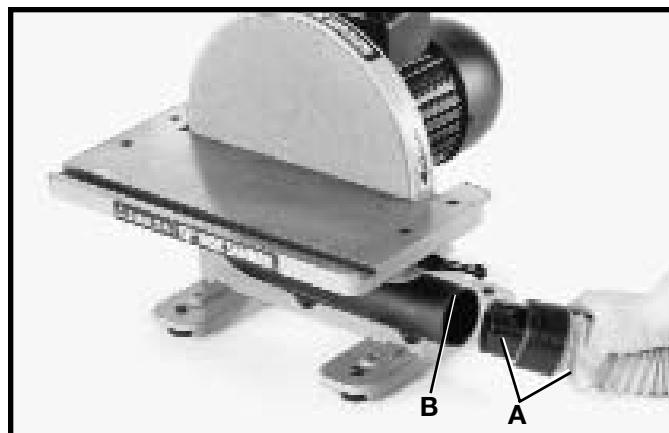

Fig. 3
La Lijadora de Disco de 12 pulg. cuenta con un eficiente ventilador integral que proporciona una excelente recolección de polvo. Recomendamos la conexión de un recolector de polvo de cualquier clase a la máquina. Si no hay recolección de polvo disponible, inserte un extremo de la manguera de polvo (A) Fig. 3 que se suministra dentro del puerto de polvo (B) de la lijadora conforme a lo ilustrado, y envuelva la manguera de polvo (A) hacia abajo hasta la superficie del piso. El puerto de polvo (B) tiene un diámetro interno de 2-1/4 pulg.